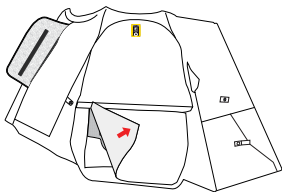

Figura 11
1. Acceda a la abertura de la parte interior del chaleco abriendo la cremallera y los parches autoadherentes (figura 11).